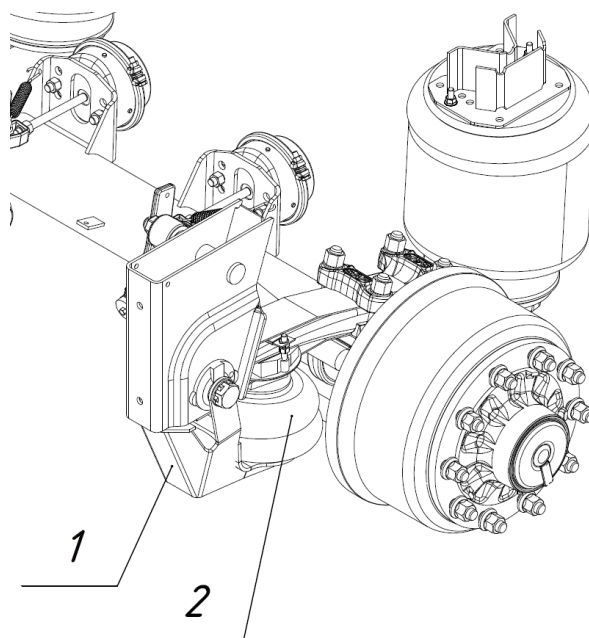

Рис. 1.7 - Механизм подъёма оси
Полуприцепы с пневматической подвеской оснащаются функцией подъема первой оси (для типа 928010), или первой и четвертой осей (для типов 928111), или первой и второй осей (для типа 928111) с помощью двустороннего механизма подъема (рис. 1.7), состоящего из кронштейна (1), пневмоподушки (2) и крепёжных элементов.